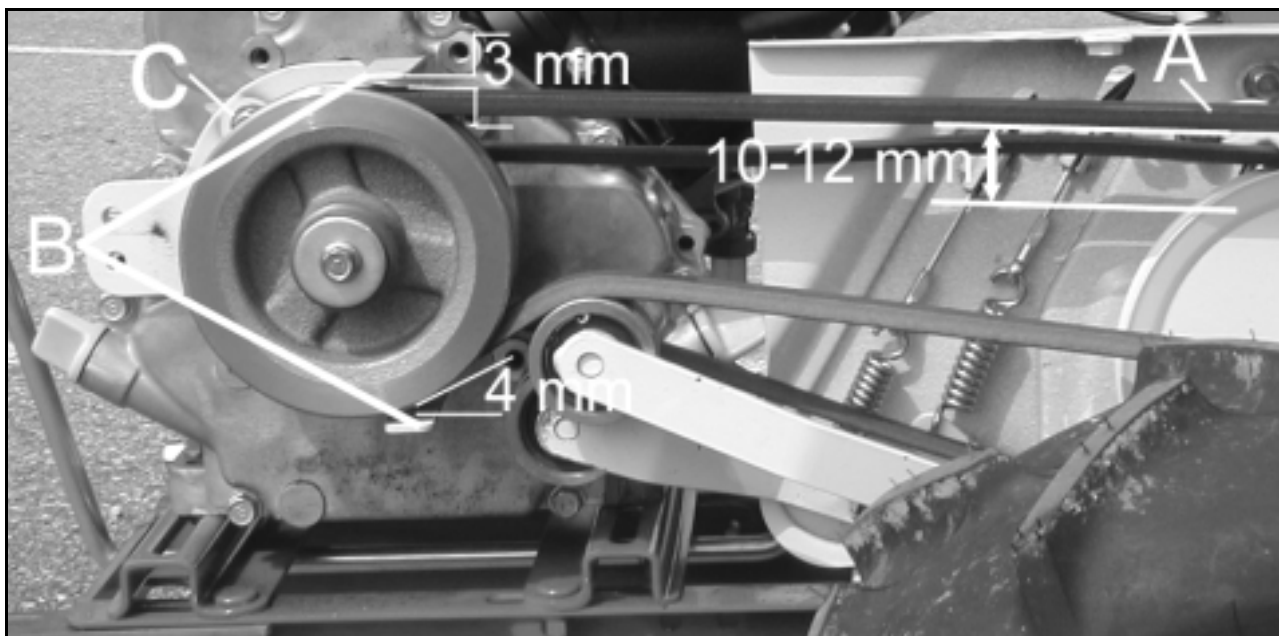

Figure 20
- Quand vous appuyez sur cette courroie avec un doigt (figure 20, repère A) la flèche doit être comprise entre 10 et 12 mm (figure 20). Si tel n'est pas le cas, modifier la tension du câble de commande des lames. Reportez-vous au chapitre « **Tension du câble commandant la rotation des lames** » page 22.
- Vérifiez aussi l'espace entre la courroie et les pattes de la pièce empêchant la courroie de sauter (figure 20, repère B).
- L'espace entre la patte supérieure et la courroie doit être de 3 mm (figure 20).
- L'espace entre la patte inférieure et la courroie doit être de 4 mm (figure 20).
- Dans le cas contraire, dévissez l'écrou maintenant cette pièce (figure 20, repère C), puis bougez-la jusqu'à respecter les jeux. Revissez l'écrou, le réglage effectué.